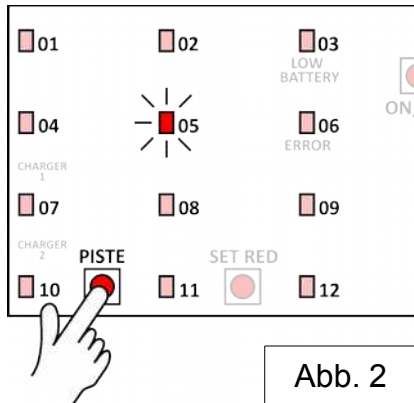

Abb. 2
Nur wenn mehrere Geräte WF1 in einem Raum eingesetzt werden, muss für jedes Gerät eine andere Fechtbahn-Nummer eingegeben werden, um Störungen im Funkverkehr zu vermeiden. Die Nummer der jeweiligen Fechtbahn wird durch Drücken der Taste PISTE (Fechtbahnen) eingegeben: es leuchtet für 3 Sekunden eine der roten LED von 01 bis 12, je nach gewählter Fechtbahn (siehe Abb. 2).
(1) Am RECEIVER, die Taste PISTE für circa 2 Sekunden gedrückt halten, bis die rote LED blinkt, die die Nummer der Fechtbahn angibt, dann wiederholt PISTE drücken, um die gewünschte Fechtbahn auszuwählen (siehe Abb. 2).
(2) Für den der roten Farbe zugeordneten TRANSMITTER, gleichzeitig die Taste P1 des TRANSMITTER und die Taste SET RED des RECEIVER für mindestens 2